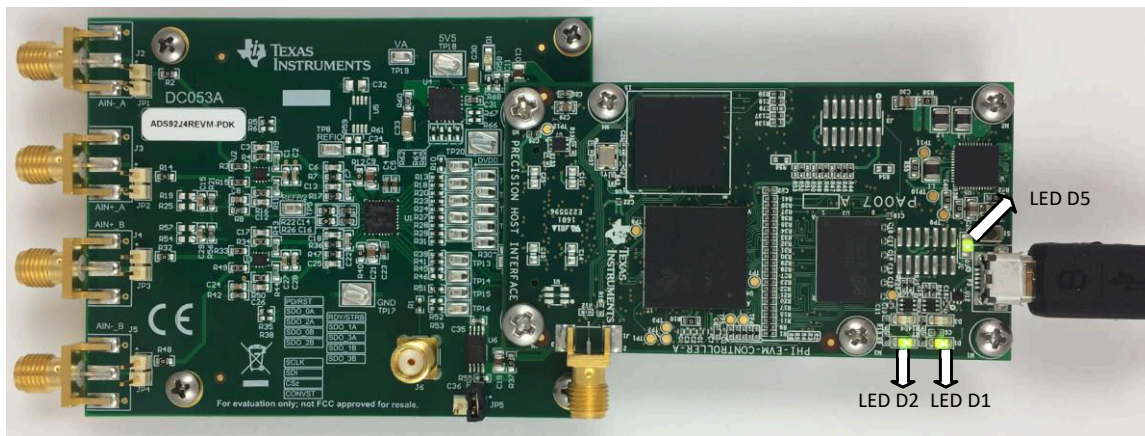

图 6-1. EVM-PDK 硬件设置和 LED 指示灯
1. 将 ADS9224REVM 连接到 PHI，然后安装两个螺钉，如图 6-1 所示。